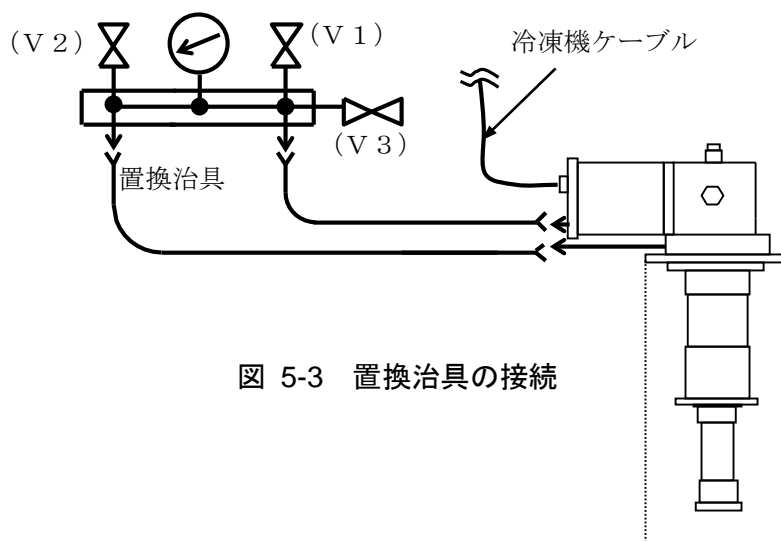

図 5-3 置換治具の接続
4. SUPPLY、RETURN のフレキシホースを置換治具に接続してください (図 5-3)。